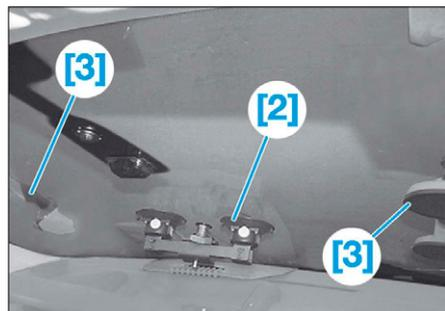

FIG. 5
- Transposer l'outil [2] comme indiqué sur la figure et terminer la découpe (Fig.5).